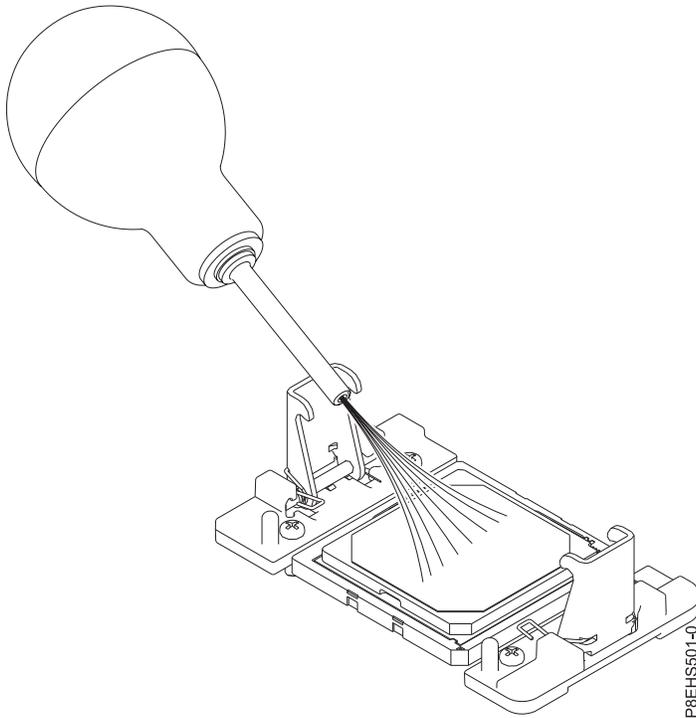

図 182. システム・プロセッサ・モジュールの領域からほこりやごみを除去
4. システム・プロセッサ・モジュールの領域からのほこりやごみを除去します。ほこりやごみが付着している場合は、提供されているエアポンプ (部品番号 45D2645) を使用してシステム・プロセッサ・モジュールの領域をきれいにします。システム・プロセッサ・モジュールの中央から四方に向けて空気を少しずつ吹き出します (164 ページの図 182 を参照)。164 ページの図 182 に示すようにエア・ポンプが組み立てられていない場合は、チップをバルブに固定します。